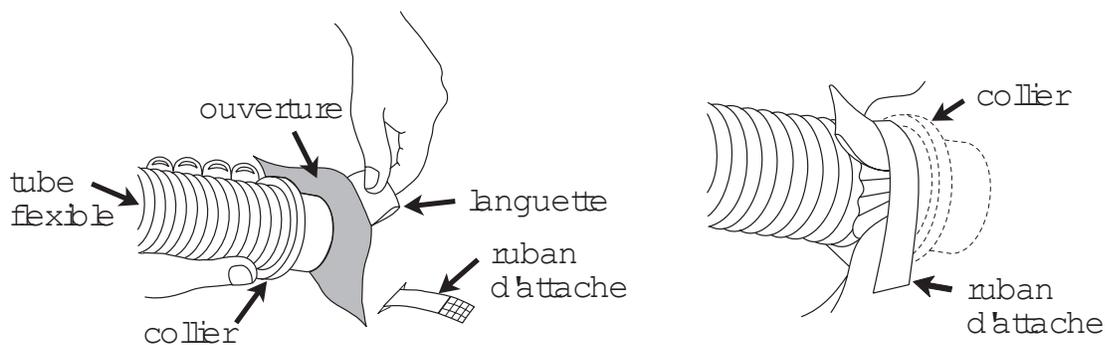

Figure 5 - Raccordement du flexible à la couverture
3. Insérer l'extrémité du flexible dans l'ouverture de la couverture (fig. 5). Bien fixer l'attache pour le retenir en place.